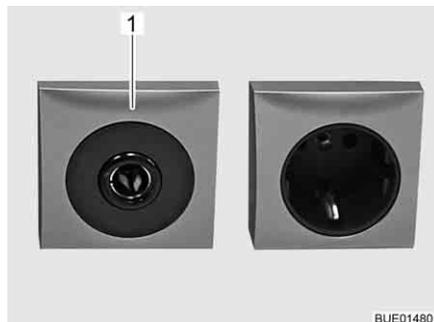

Fig. 165 Presa 12 V/10 A
- ▷ Alle prese (Fig. 165,1) della rete di bordo a 12 V, connettere solo apparecchi funzionanti al massimo a 10 A.